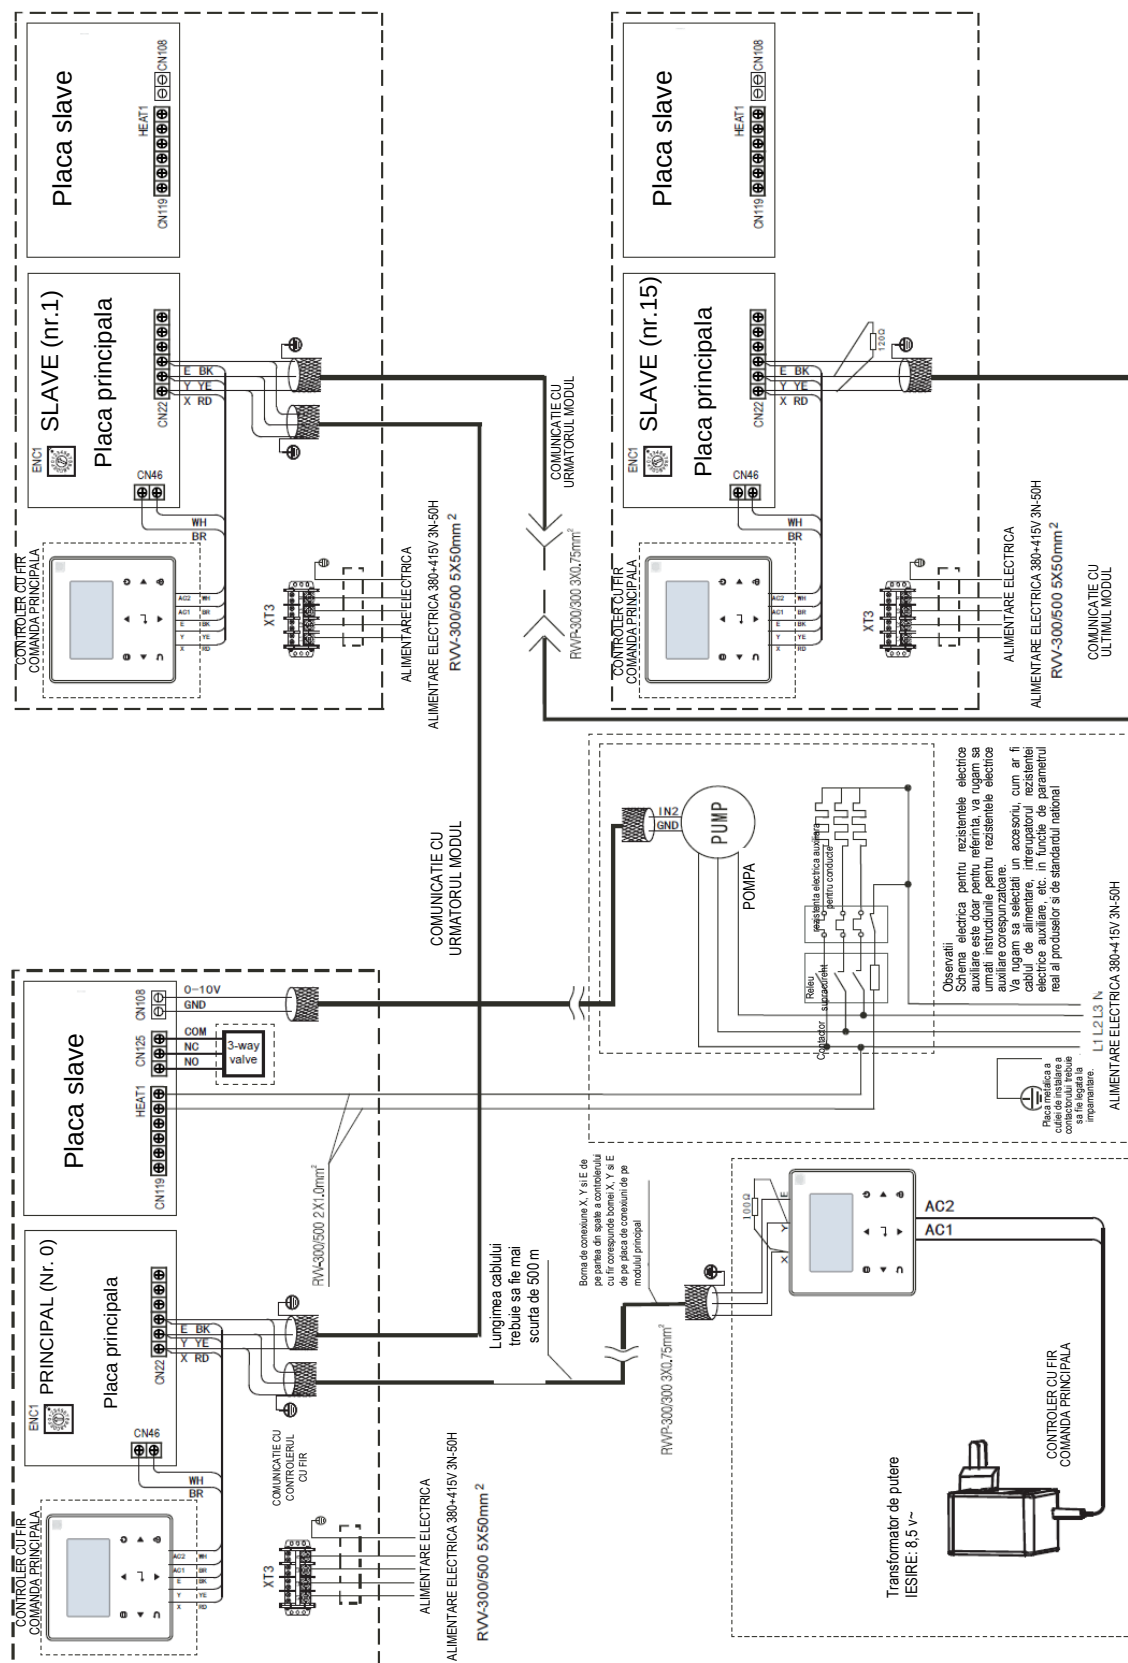

Fig. 8-18 Schema de comunicatii in retea a unitatii principale si a unitatii auxiliare pentru 110KW
c) Unitatile trebuie sa fie echipate cu o comanda de unitate principala (consultati Fig. 8-18 pentru schema electrica a comenzilor).